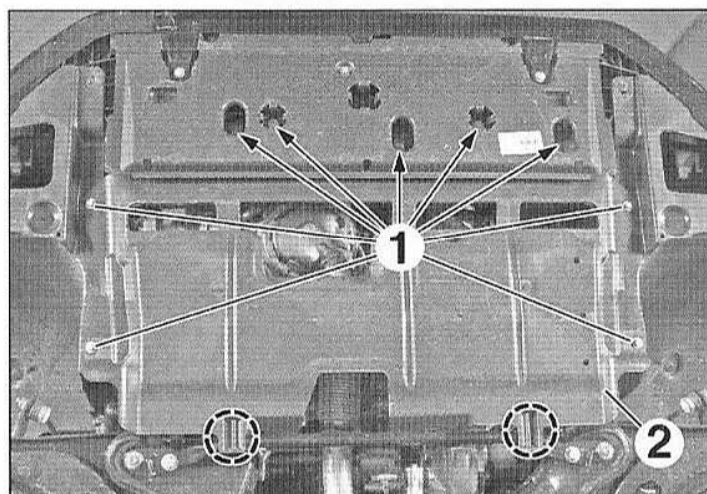
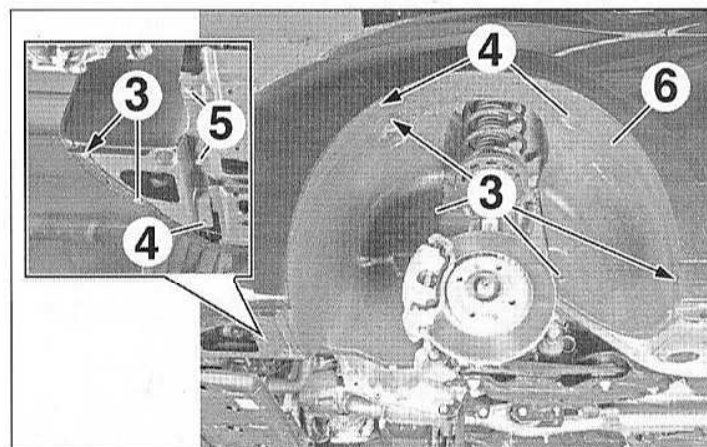
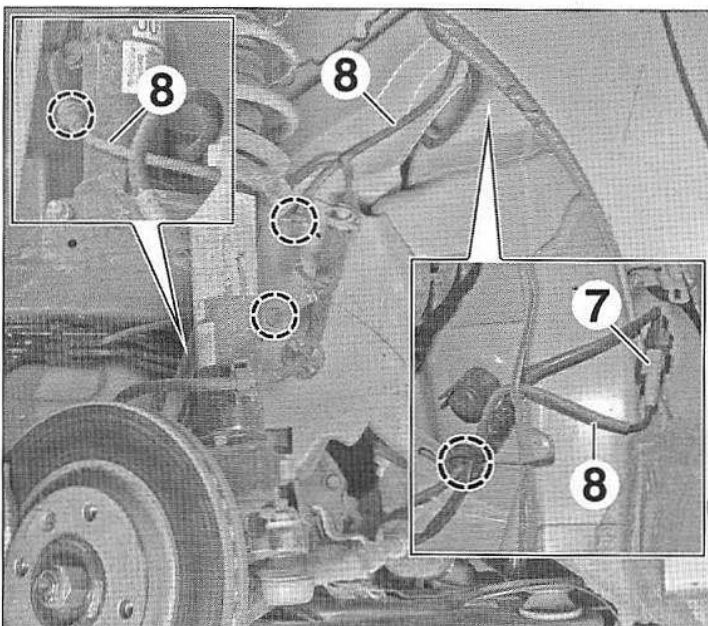

FIG.55
FIG.56
FIG.62
- Selon équipement, déposer les vis (1) (Fig.55).
- Dégrafer et déposer la protection sous moteur (2).
- Déposer (Fig.56) :
- les agrafes (3),
- les vis (4),
- selon équipement, les vis (5),
- le pare-boue avant gauche (6).
- du côté concerné, déposer (Fig.56) :
- le pare-boue avant (6).
- Débrancher le connecteur (7) (Fig.62).
- Dégrafer le faisceau (8).